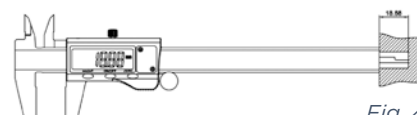

Fig. 4
- C. Mesurage de la profondeur (Fig. 4).